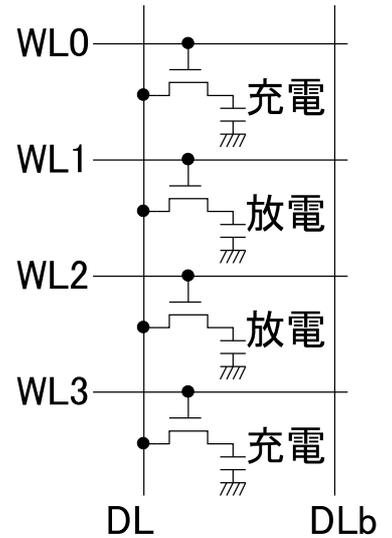

図1
2. 図1は4ビット分の DRAM の要素(メモリスルアレイ)回路である。各メモリスルのキャパシタは、最初に図1の通りに放電(電圧 $0V$)または充電(電圧 V_{DD})されているとする。またイコライズ信号 $PRE=1$ とするとデータ線 DL と DLb が $V_{DD}/2$ にイコライズされ、センスアンプ駆動信号 $SA=1$ とするとセンスアンプが動作し、 DL と DLb の電圧が、電圧の高いほうが V_{DD} へ、低いほうが $GND(0V)$ へ速やかに変化するとする。この回路に解答用紙のような波形の信号を与えた場合の DL と DLb の電圧の変化波形を記入せよ。ただし $V_0^{(0)}$ と $V_0^{(1)}$ は、それぞれメモリスルのキャパシタが 0 と V_{DD} に充電されているメモリスルを読み出した時に電荷の再分配が起こった後の DL の電圧とする。(20点)